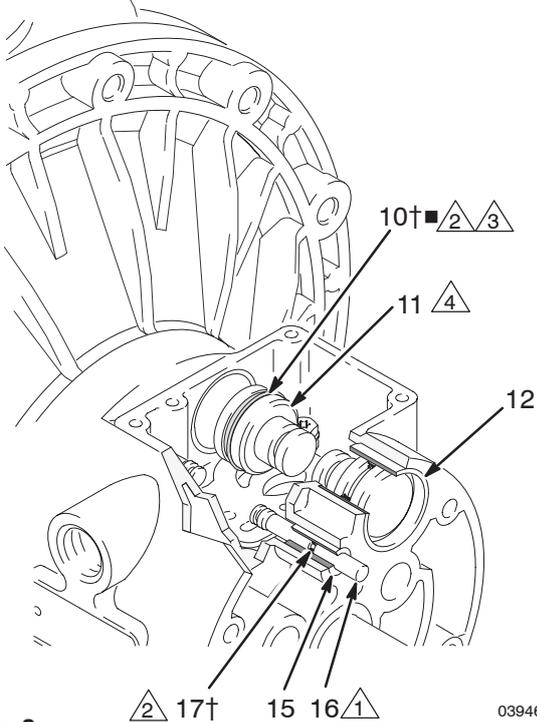

Abb. 8
4. Die beiden Stellmotorkolben (11) aus den Lagern (12) ziehen. Die Packungen (10) von den Kolben abziehen. Die Führungsstifte (16) aus den Lagern (15) ziehen. Die O-Ringe (17) von den Führungsstiften abziehen. Siehe Abb. 8.
6. Die Lager (12, 15) im eingebauten Zustand überprüfen. Siehe Abb. 8. Die Lager sind konisch, und wenn sie beschädigt sind, müssen sie von außen ausgebaut werden. Dies erfordert den Ausbau der materialbenetzten Teile. Siehe Seite 18.
4. An jedem Führungsstift (16) einen O-Ring (17†■) anbringen. Die Stifte und O-Ringe einfetten. Die Stifte mit dem **schmalen** Ende zuerst in die Lager (15) einsetzen. Siehe Abb. 8.
5. An jedem Stellkolben (11) eine U-Dichtung (10†■) anbringen, so dass die Lippen der Dichtungen zum **schmalen** Ende der Kolben zeigen. Siehe Abb. 8.
6. Die U-Dichtungen (10†■) und Stellkolben (11) schmieren. Die Stellkolben mit dem **breiten** Ende zuerst in die Lager (12) einsetzen. Das schmale Ende der Kolben muss frei bleiben. Siehe Abb. 8.